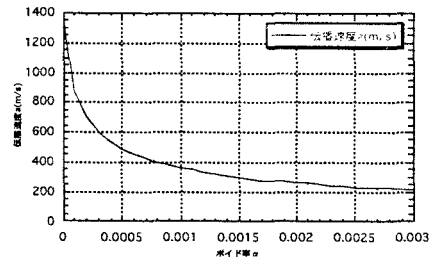
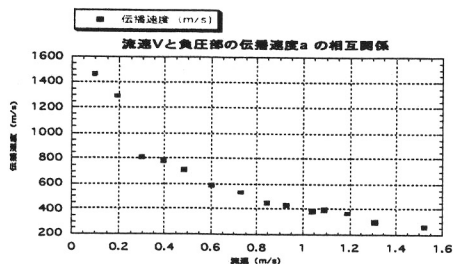

図1 伝播速度とボイド率のグラフ
図2 実験での流速と伝播速度のグラフ
- 1) 伝播速度 a とボイド率 α 、流速 v と伝播速度 a の関係を表わしたグラフが図1、図2のようになる。ボイド率 α は、下の式に Va/V を 0.0001 刻みで 0 から代入する。